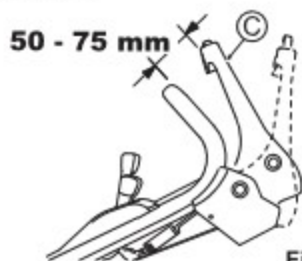

Fig. 13
Réglez de telle façon que la lame commence à tourner lorsque la distance entre le Levier de la lame (C) et la poignée est de 50 - 75 mm, avec le bouton jaune enfoncé ainsi qu'illustré dans la Fig. 13.